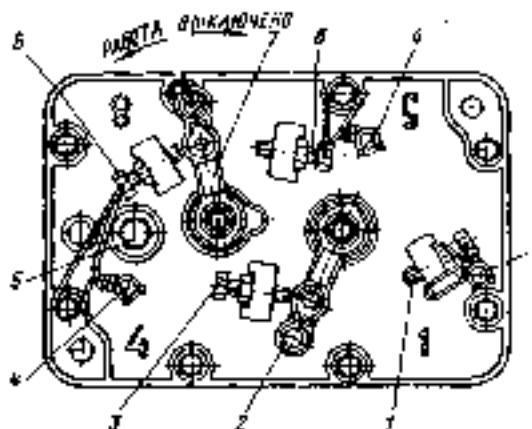

Bild 44. Oberer Reguldeckel.
Am Reglerdeckel sind angebracht: der Steuerhebel 2 (Bild 44), der Abstellhebel 7, die Einstellschrauben und die Einstellschraube 5.
3. Den Stepperhebel 2 (s. Bild 44) gegen die Schraube 1 für Begrenzung der maximalen Drehzahl drücken und die Drehzahl der Pumpenwelle prüfen, bei der der Regler die Regelstange zu versetzen beginnt. Der Regler soll die Regelstange bei (1350 ± 15) min⁻¹ der Pumpenwelle zu versetzen beginnen. Die Einstellung erfolgt mit der Schraube 1.
5. Prüfen, ob die Kraftstoffzufuhr abgeschaltet wird, wenn der Steuerhebel des Reglers gegen die Schraube 3 stößt (s. Bild 44). Die Kraftstoffzufuhr soll bei $350 \dots 400 \text{ min}^{-1}$ abgeschaltet werden. Die Einstellung erfolgt mit der Schraube 3.